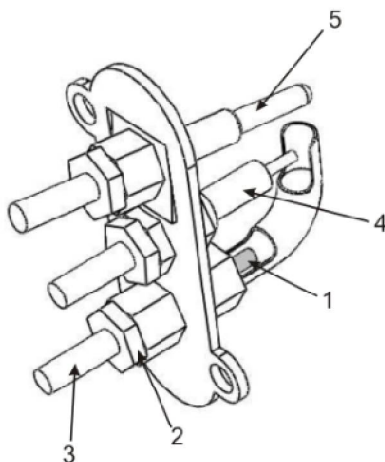

Рис.8. Устройство узла запальной горелки
- Приподнимите запальную горелку. Открутите ключом на 10 муфту подводящей медной трубки 2 (рис.8).
- Выньте из канала смесителя трубку 3 вместе с соплом 1 (рис.8). Замените сопло запальной горелки согласно табл. 4.